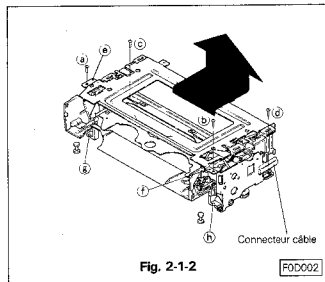

Fig. 2-1-2
- Dévissez les vis (a), (b), (c) et (d). Retirez le porte cassette dans le sens de la flèche. (Fig. 2-1-2)